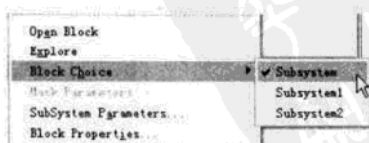

图 7.69 Edit | Block Choice 菜单选项
(4) 在 Simulink 模块窗口, 选择 Edit | Block Choice 命令, 如图 7.69 所示。